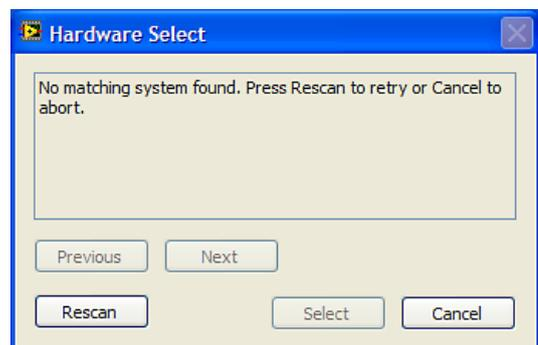

図 2.接続エラー警告
2. ソフトウェアを起動したとき評価システムがUSBポートに接続されていない場合、接続エラーが表示されます(図 2参照)。評価用ボードをPCのUSBポートに接続して、数sec待った後、**Rescan**をクリックします。表示される指示に従ってください。
10. EVAL-AD7291SDZの回路図 2/3